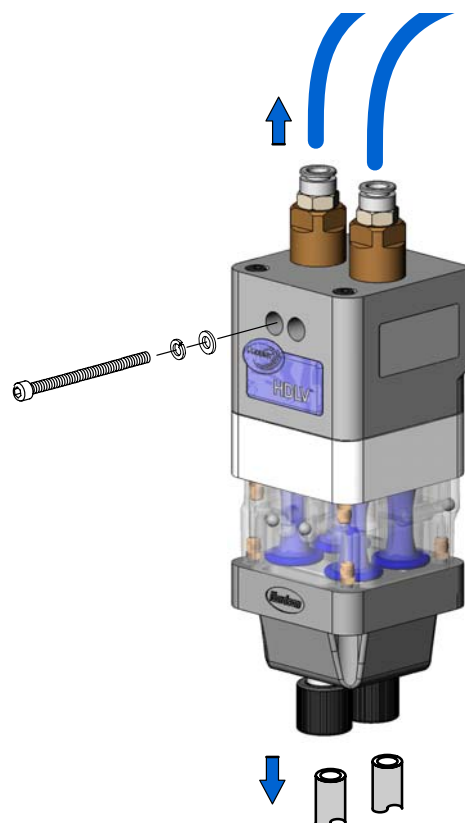

Figure 9 Préparation du démontage
1. Voir la figure 9. Débrancher les conduites d'air de purge du dessus de la pompe.